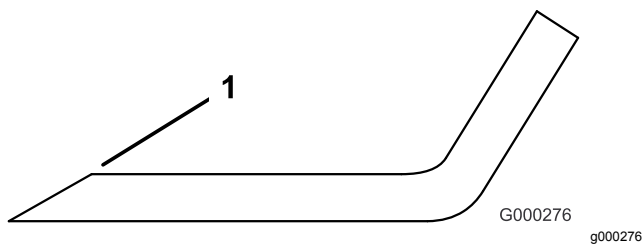

Figura 95
1. Afie a extremidade de corte em ambas as extremidades da lâmina (Figura 95).